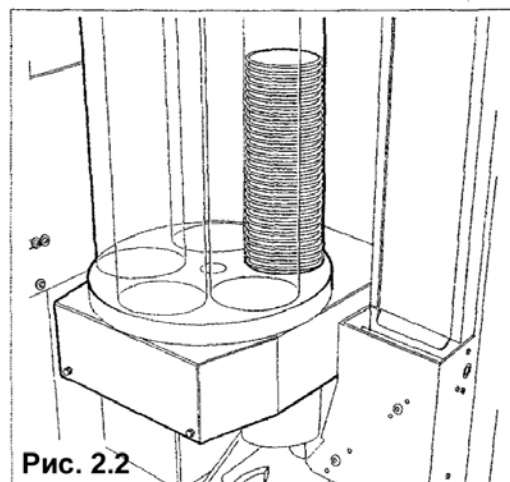

Рис. 2.2
- Двигатель внутри устройства для выдачи стаканчиков приводит в движение пластмассовый механизм, чтобы стаканчик отделился и выпал в кольцо для стаканчика в устройстве выдачи стаканчиков (рис. 2.2).